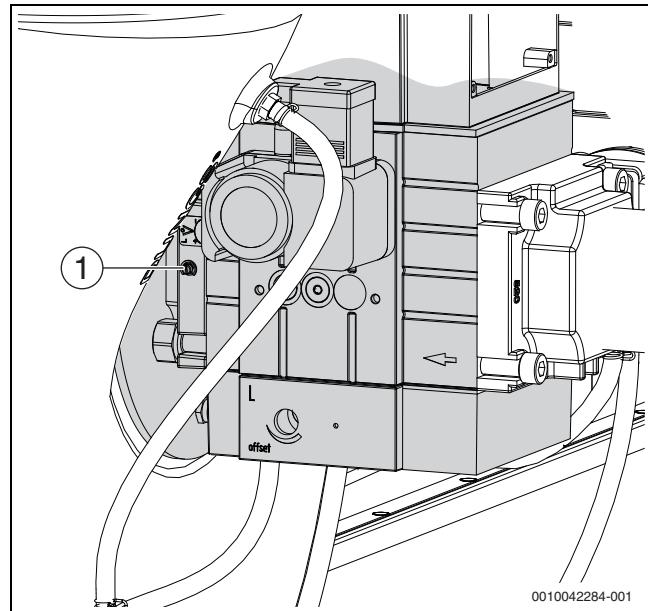

Рис. 36 Настройка CO₂ при полной нагрузке
- ▶ При содержании CO₂ ниже 8,7 % или выше 9,7 % установите регулировочным винтом большой нагрузки 9,2 % (→ Рис. 36).